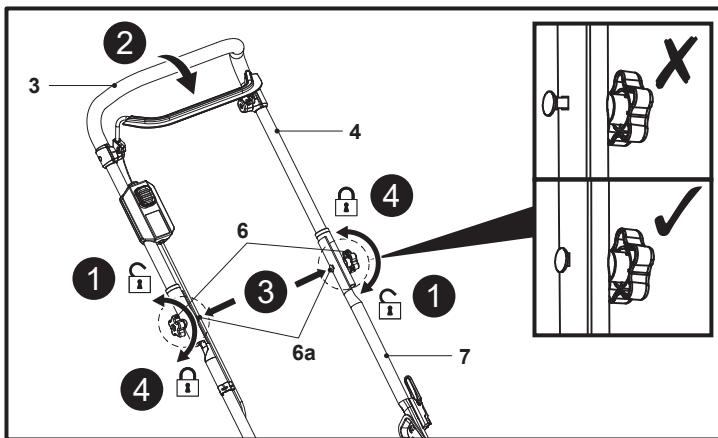

Fig. 3
4. Desserrer complètement les deux boutons de verrouillage (6) sans les retirer, puis saisir le guidon (3) et le faire tourner jusqu'à ce que le guidon supérieur (4) soit aligné sur le guidon inférieur (7) (Fig. 3, étapes 1, 2).
5. Faire passer le boulon de fixation (6a) dans les trous de montage jusqu'à l'extrémité et fixer le guidon supérieur (4) en tournant le bouton de verrouillage (6) dans le sens des aiguilles d'une montre (Fig. 3, étapes 3, 4).